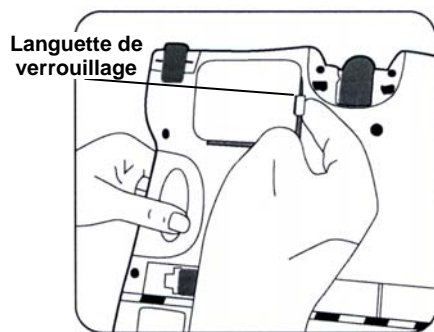

Fig. 9
2. Tournez l'appareil sens dessus-dessous de façon à ce que la base soit orientée vers le haut. (Fig. 9)
1. Brancher la prise du chargeur dans la fiche de recharge à l'arrière de le balai. Brancher l'adaptateur dans une prise de courant murale (120V., 60Hz.). N'utiliser que le chargeur TechWorld AD-0720-UL-8 ou AD-0815-UL-8. (Fig. 9)
**REMARQUE:** On atteindra un rendement optimal seulement après deux (2) ou trois (3) recharges.